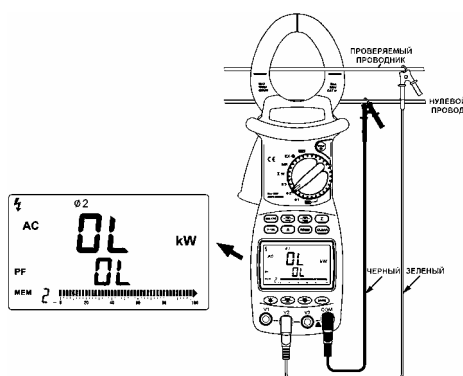

Рисунок 9. Вид дисплея при токе выше 1000A или напряжении выше 600V
- Пределное значение измеряемой активной мощности – 600кВт. При превышении этого значения на дисплее появится символ "OL". Если входное напряжение превысит 600V, или ток превысит 1000A, то на дисплее также появится символ "OL". Графический индикатор при этом будет полностью заполнен (см. рис.9) Минимальное входное напряжение для измерения мощности – 20V, а минимальный входной ток – 5A. При меньшем значении входного напряжения и входного тока показание прибора при измерении мощности будет "0.00kW".